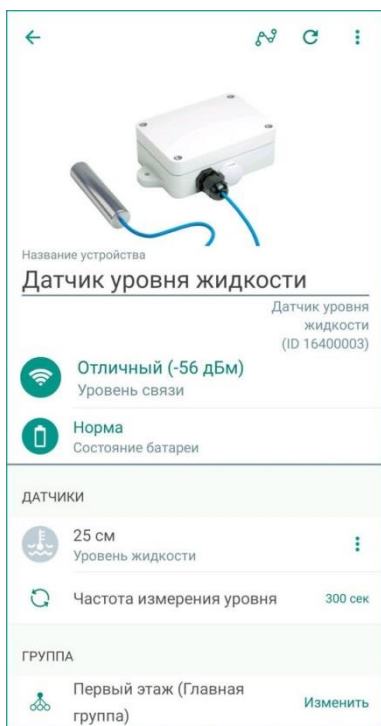

Рисунок 11.1 – Экран настройки датчика
- В приложении на экране настройки датчика (в строке *Уровень связи*, см. рисунок 11.1).
Текущие параметры работы отображаются на экране настройки датчика (см. рисунок 11.1):
- Откройте экран настройки датчика в приложении (см. рисунок 11.1).
Для установки частоты изменений нажмите на строку "Частота измерения уровня" на экране настройки датчика (см. рисунок 11.1).
- 1) Откройте экран настройки датчика в приложении (см. рисунок 11.1).